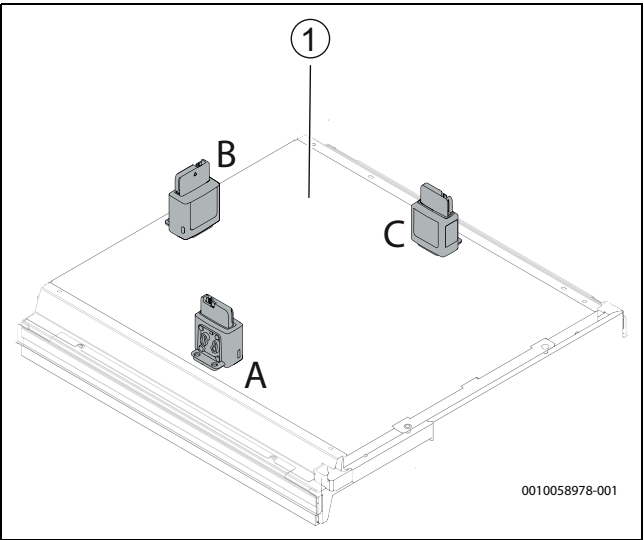

Bild 28 Exempel på hur man placerar Connect-Key
- Hållaren kan placeras på olika sätt. Den kan placeras på sidan av apparaten med den inbyggda magneten. Den kan placeras väggmonterad med skruvar. Den kan monteras på toppen av apparaten (→ [1], bild 28).